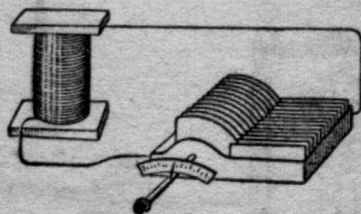

Abb. 96
Jedes Rundfunkgerät besitzt zu diesem Zweck eine Vorrichtung; sie besteht aus einer Drahtspule und einem drehbaren Kondensator (3). Der Kondensator (Abb. 96) setzt sich aus 2 Reihen Metallplatten zusammen, die eine Reihe ist fest, die andere durch einen Drehknopf verstellbar. Beide Metallplatten greifen kammartig ineinander. Wie die Wirkung von Spule und Kondensator ist, sagt ein Vergleich: Wenn ich in ein Klavier hineinsinge, so klingt eine ganz bestimmte Saite mit, und zwar diejenige, die genau so viele Schwingungen macht wie der gesungene Ton. Wenn nun der Sender München 740 000 Schwingungen in 1 sec. aussendet, so erhalten wir diese Schwingungen nur dann, wenn unser Gerät auf die gleiche Anzahl von Schwingungen eingestellt ist. Geadeso, wie man durch Drehen des Wirbels an der Geige die Saite stimmt, so „stimmt“ man auch den Empfangsapparat durch Drehen des Knopfes auf eine höhere oder niedere Schwingungszahl ab.